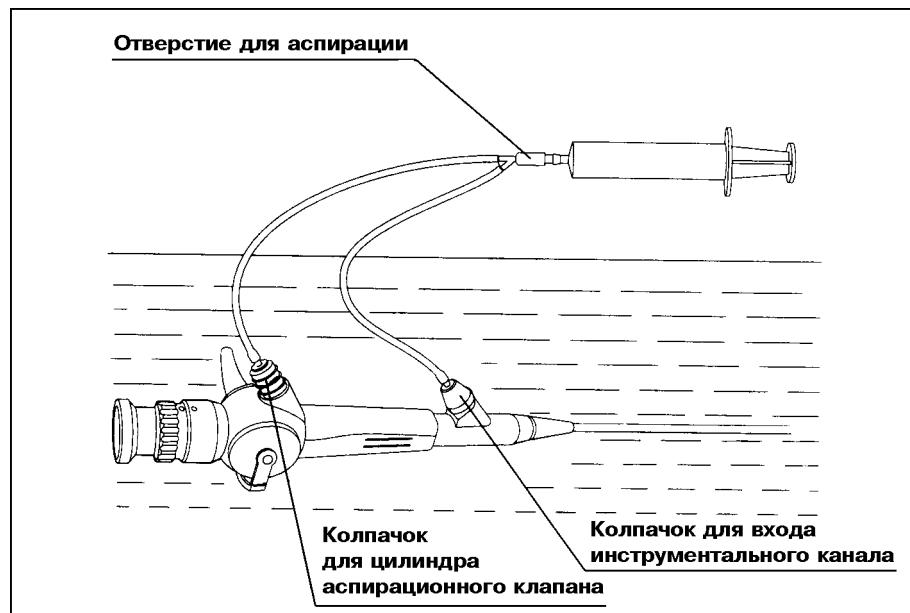

Рис. 7.10.
1. Присоедините соответствующий колпачок адаптера для аспирационной очистки к входу инструментального канала, другой колпачок присоедините к цилиндуру аспирационного канала (см. рис. 7.10).
3. Извлеките поршень шприца для наполнения инструментального/ аспирационного канала и адаптера для аспирационной очистки раствором моющего средства (см. рис. 7.10).
4. Присоедините шприц ёмкостью 30 см³ (30 мл) к адаптеру для аспирационной очистки и извлеките поршень шприца для наполнения инструментального/аспирационного канала и адаптера для аспирационной очистки раствором моющего средства (см. рис. 7.10).